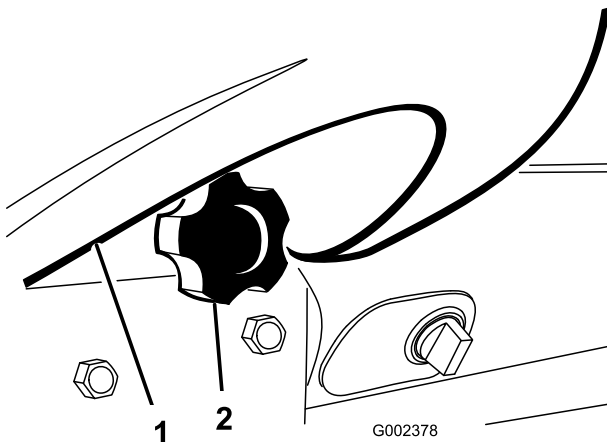

Bild 29
2. Lösen Sie das Handrad, mit dem der Getränkehalter am Armaturenbrett befestigt ist (Bild 29). Nehmen Sie den Getränkehalter vom Armaturenbrett ab.